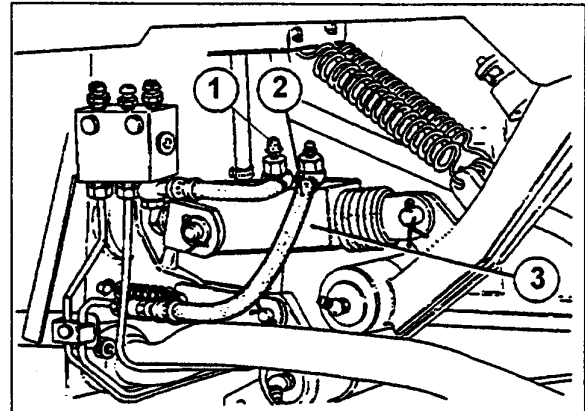

Fig. 5-63
3. Apretar el pedal del freno derecho a fondo. Simultáneamente desenroscar medio giro el tornillo de purga (1 - Fig. 5-63) dejando salir el eventual aire mezclado en el aceite. El pedal irá a fondo. Ajustar el tornillo de purga y soltar el pedal.
6. Ahora que hemos efectuado la purga de los dos accionadores (3 - Fig. 5-63) derecho e izquierdo es necesario efectuar la purga del tubo de compensación (2) que los une.
7. Apretar con el pie izquierdo el pedal izquierdo hasta notar que se endurece. Desenroscar medio giro el tornillo de purga (1) conectado con el accionador derecho. Mantener apretado con fuerza el pedal izquierdo y con el pie derecho apretar lentamente el pedal derecho hasta cuando resulte posible bajar completamente el pedal izquierdo, detener la